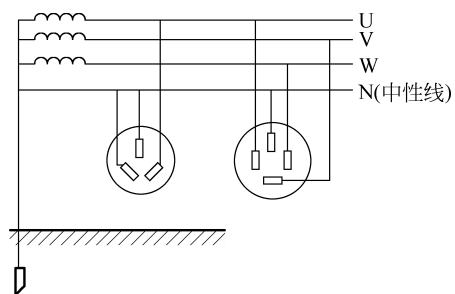

图 1-8 插座的正确接法
(3) 插座的接线方法。插座上端标有接地符号的孔为保护接零端,如三眼插座上边的孔接地线,右边的孔是电源火线,左边的孔是中性线;四眼插座上边的孔接地线,其他三个孔接三相火线,连线如图 1-8 所示。插座接线不能接错,否则会造成负载零电压或相电压通过插座内连线使用电设备外壳带电。